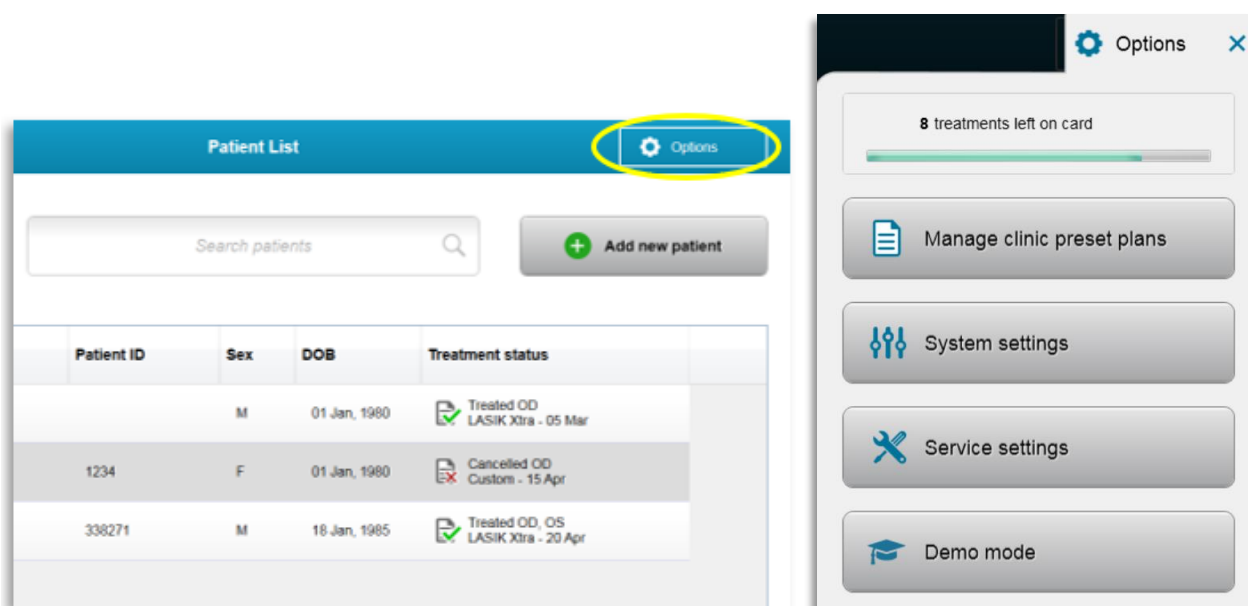

Figura 3-50. Apăsați butonul „Opțiuni” (Options)
- În ecranul de bază „Lista pacienților” (Patient List), apăsați butonul „Opțiuni” (Options) pentru a afișa cele 4 meniuri de opțiuni, așa cum este indicat în Figura 3-50.